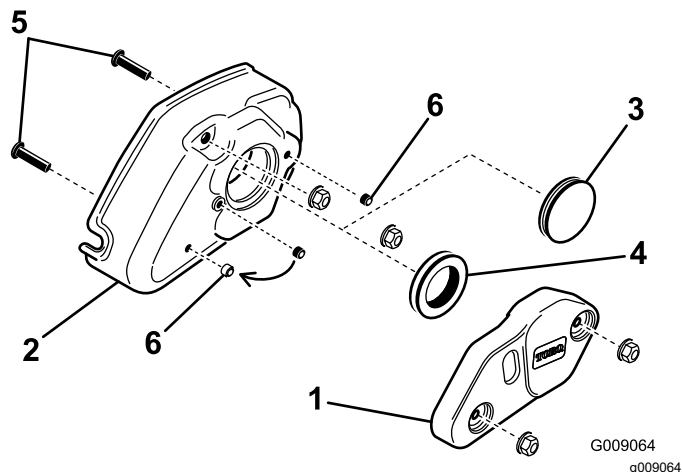

Рисунок 21
2. Отверните две фланцевые гайки (5/16 дюйма), крепящие груз механической щетки к ее крышке, и снимите груз (Рисунок 21).
3. Снимите сплошную втулку с крышки и установите на ее место резиновую кольцевую втулку (Рисунок 21).
4. Отверните 2 винта (5/16 x 1-1/4 дюйма), завернутые в крышку (Рисунок 21).
5. Отверните установочный винт из центрального отверстия крышки механической щетки (Рисунок 21).